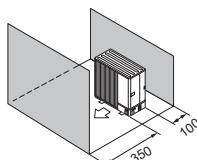

Fig. 2-13
- (5) Obstruções ou superfícies fechadas apenas na parte da frente e de trás (Fig. 2-13)